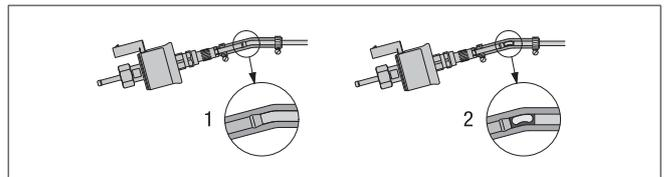

Figure 19
- En cas de liaisons des conduites du carburant avec un tuyau de carburant, monter toujours les conduites du carburant à fleur en prévention de la formation de bulles, voir Figure 19.